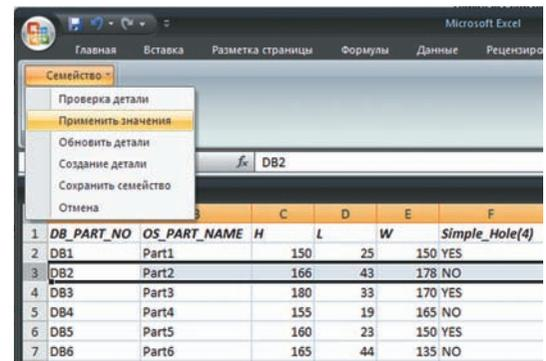

Рисунок 2.25. Задание параметров семейства
- **Задать значения параметров для нескольких членов семейства, заполнив все столбцы.** В колонке, соответствующей элементу отверстия для его подавления в каких-либо членах семейства, необходимо вписать значение NO (рис. 2.25).